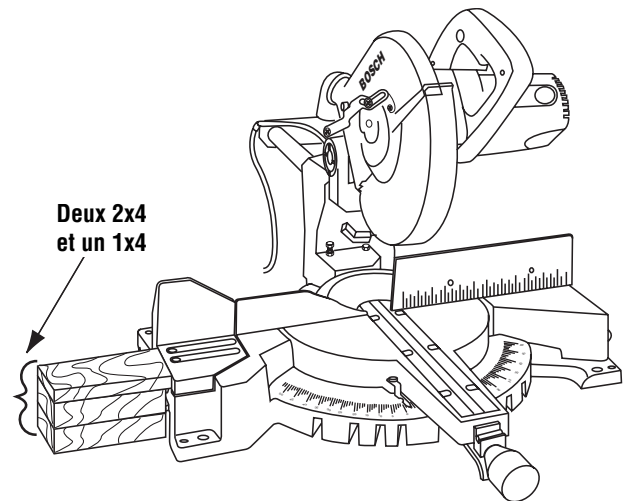

Figure 21. Bloc de support
**Blocs** — Les pièces longues ont besoin d'être mieux soutenues. La hauteur de base (3-3/4 po) est conçue en fonction du bois d'œuvre standard de deux 2x4 et un 1x4. On peut utiliser des planches de ces épaisseurs pour créer des rallonges de support auxiliaires pour les ouvrages longs (Figure 21).